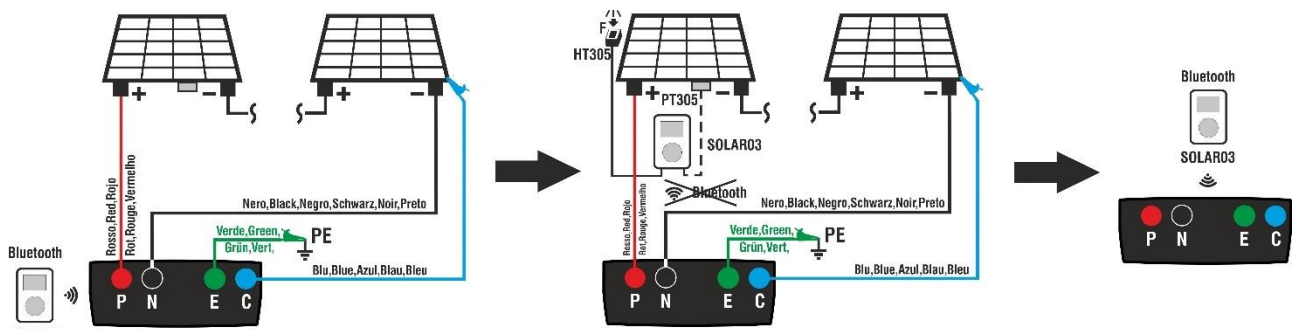
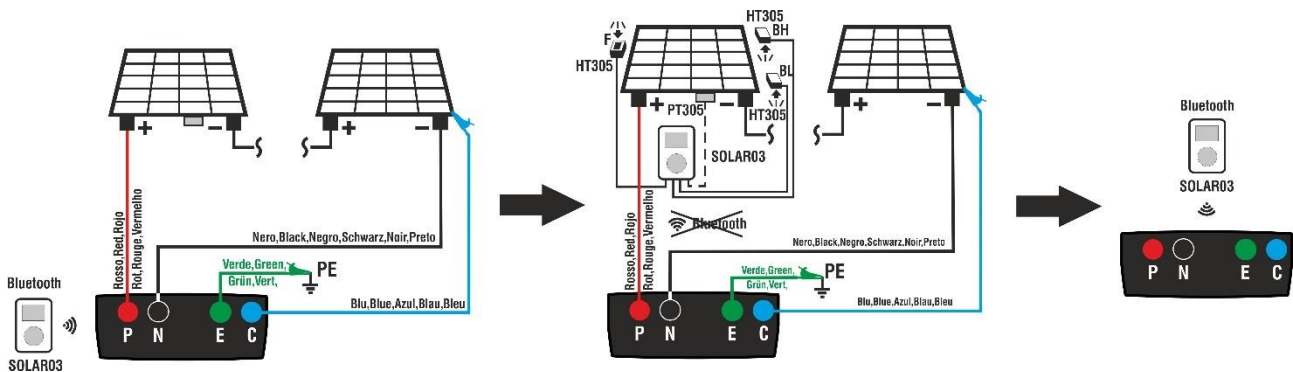

Fig. 13: Utilisation avec SOLAR03 en enregistrement sur modules Monoface
Fig. 14: Utilisation avec SOLAR03 en enregistrement sur modules Bifaciaux
1. Connecter l'instrument au module/chaîne en cours d'essai et, le cas échéant, au nœud principal de mise à la terre de l'installation et aux masses métalliques mises à la terre comme indiqué dans la Fig. 13 (modules Monofase) ou la Fig. 14 (modules Bifaciaux). En particulier :
- **Dans le cas des modules Bifaciaux** →, placer les **3 cellules de référence HT305** sur le plan frontal du module (**F**), sur le dos supérieur (**BH=BackHigh**) et sur le dos inférieur (**BL=BackLow**) Connecter la cellule de référence frontale (F) à l'entrée « **INP1** », la cellule de référence BH à l'entrée « **INP2** », la cellule de référence BL à l'entrée « **INP3** » et **éventuellement** la sonde de température **PT305** à l'entrée « **INP4** » de l'unité à distance. Conformément à la norme IEC/EN60904-1-2, l'instrument calcule la valeur d'irradiance frontale équivalente ( $Irr_{Eq}$ ) qui correspond à l'irradiance sur le seul plan frontal produisant les mêmes effets que l'irradiance détectée sur les deux faces en tenant compte du **coefficient de biface** ( $\varphi$ ) du module selon la relation suivante :
- Rapprochez l'unité distante SOLAR03 de l'instrument comme indiqué sur la Fig. 13 ou la Fig. 14 – côté gauche
- Amener l'unité à distance à proximité des modules** et connecter les sondes d'irradiation/température (si nécessaire) comme indiqué dans la Fig. 13 ou la Fig. 14 – côté central. **Ayant déjà commencé l'enregistrement sur l'unité distante SOLAR03, il n'est pas nécessaire de maintenir la connexion Bluetooth.** Maintenir la connexion (si possible) permettra uniquement d'obtenir immédiatement le résultat du test sans attendre la fin de la campagne de mesures.